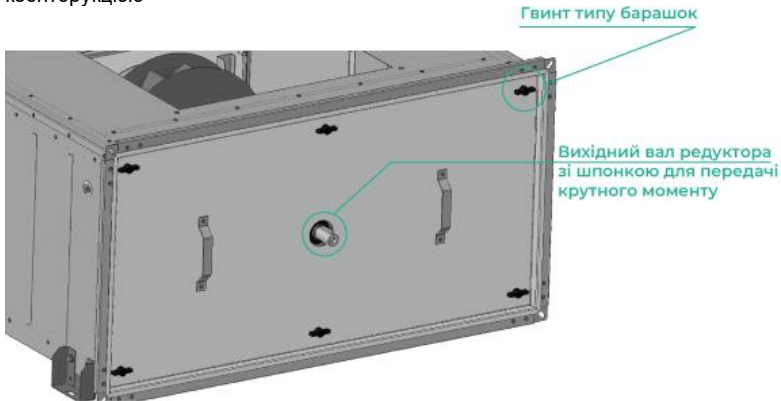

Рисунок 13
- У випадку механічного приводу повітряного клапану просто відкрийте його, натисканням на важіль. (Рисунок 13, рисунок 14)